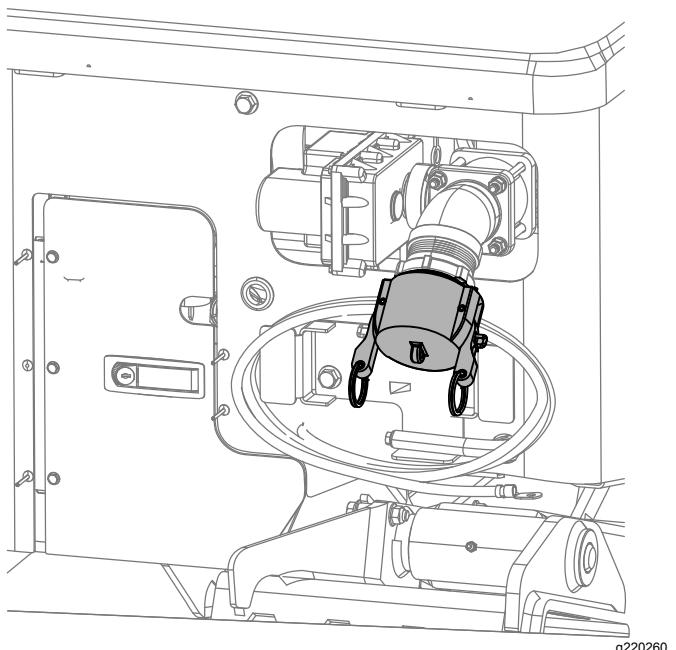

Рисунок 119
- С. Убедитесь, что крышка установлена на впускном отверстии насоса бурового раствора (Рисунок 119).